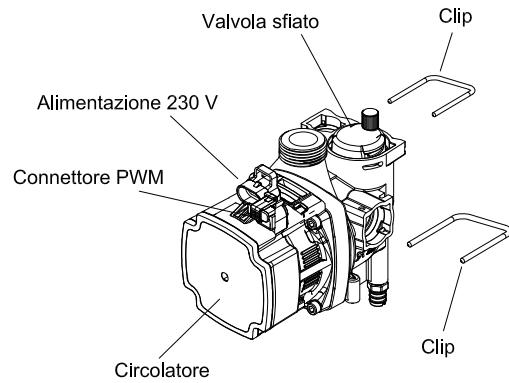

Fig. 33
7.7 - SOSTITUZIONE CIRCOLATORE (Fig. 33)